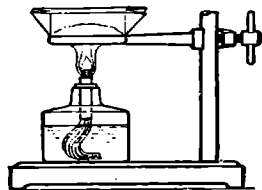

Рис. 43. Прокаливание металлов в железной коробочке.
■ **Опыт 1.** Насыпьте в железную коробочку ложку металлического порошка или опилок, уравновесьте коробочку на весах разновесками (можно дробью или песком), затем поместите на треугольнике на кольцо штатива (рис. 43) или тагана и нагревайте, пока металл покроется окалиной. Дайте *вполне* остыть, пока наощупь коробочка не перестанет быть теплой, и снова поместите на веса. ■